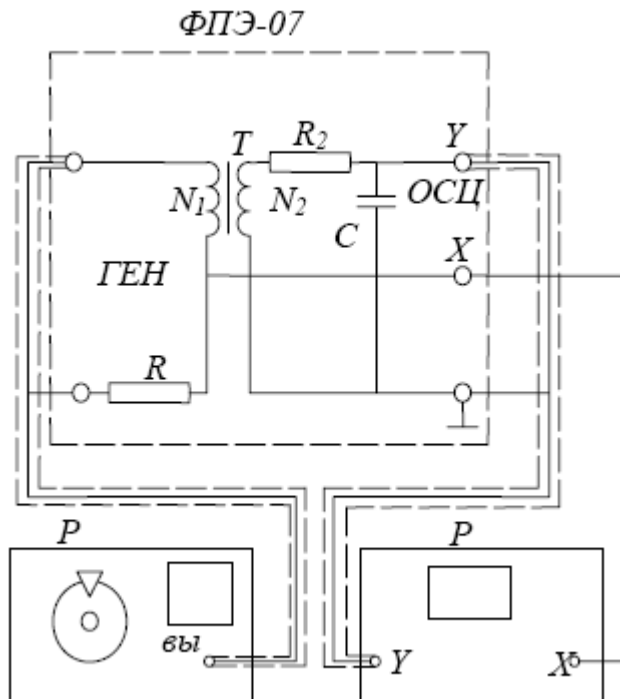

Рис.3
1. Установить на стенде приборы, указанные на рис. 3.
2. Ознакомившись с описанием установки и методом измерения, соединить приборы в соответствии со схемой, изображенной на рис. 3.